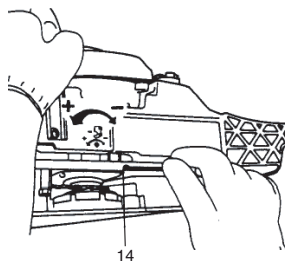

Fig. 9
La cantidad de aceite para la cadena que se descarga a través del sistema de lubricación, es ajustada en la fábrica al máximo. La cantidad deberá ajustarse de acuerdo con las condiciones de operación. Gire el tornillo (14) de ajuste para aumentar a la izquierda la cantidad y lo gira a la derecha para disminuir la cantidad. (Fig. 9) (la colocación del estándar gira a la izquierda 1-1/2 de levemente sentido)